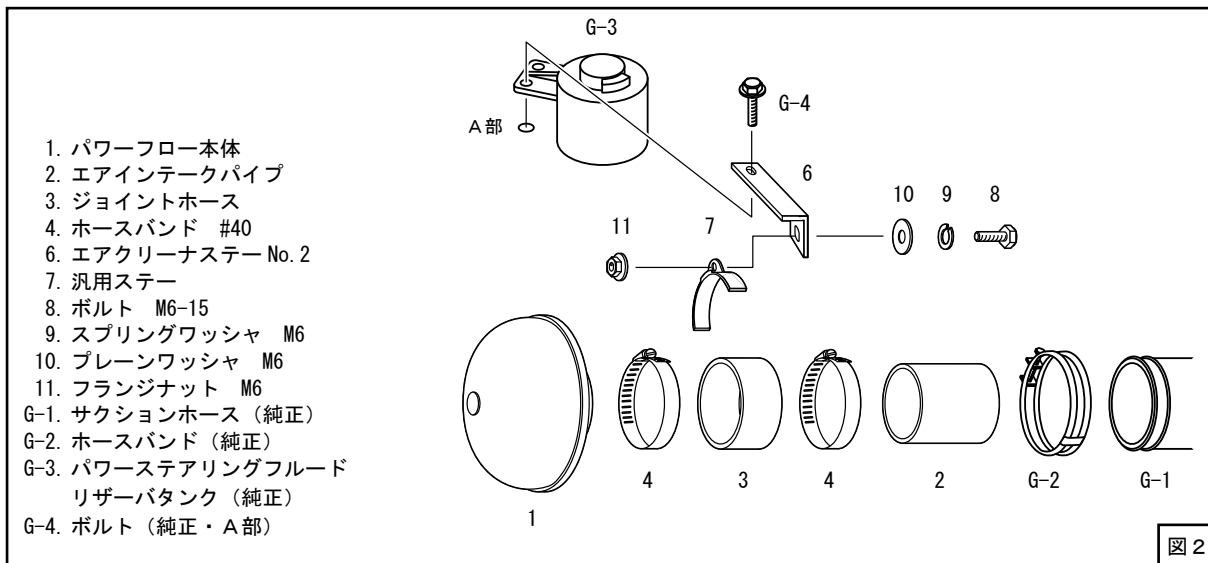
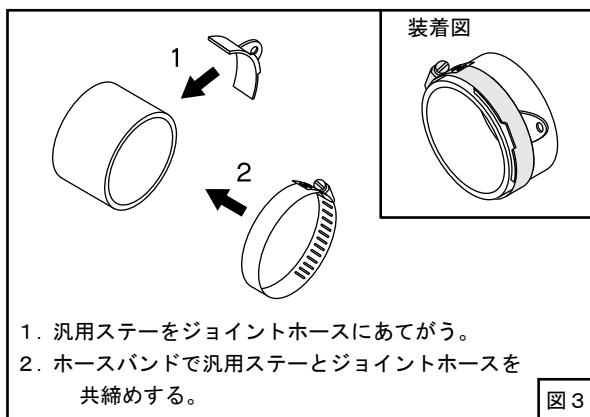

図2
図3
(1) A部にパワーステアリングフルードリザーバタンクの取付けボルトを使用してエアクリーナステーを仮付けしてください。(図1、図2)
(2) キットパーツを仮付けしてください。(図2、図3)
- (1) B部にエアクリーナステーを仮付けしてください。(図3、図7)
- (2) エアダクト(純正)を仮付けして、図3のように穴開け加工(φ6)をしてください。(図7)